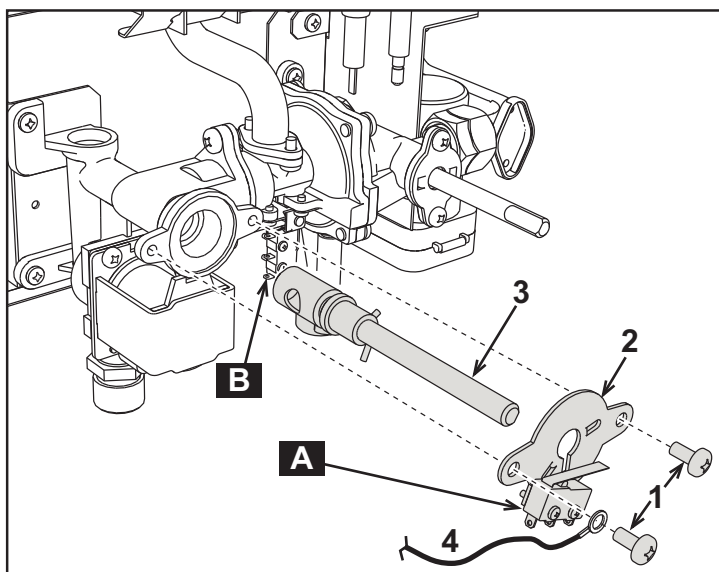

fig. 9
Riassemblare tutti i componenti verificando che la guarnizione (7) sia ben posizionata e che il filo di massa (4 di fig. 9) sia fissato correttamente.